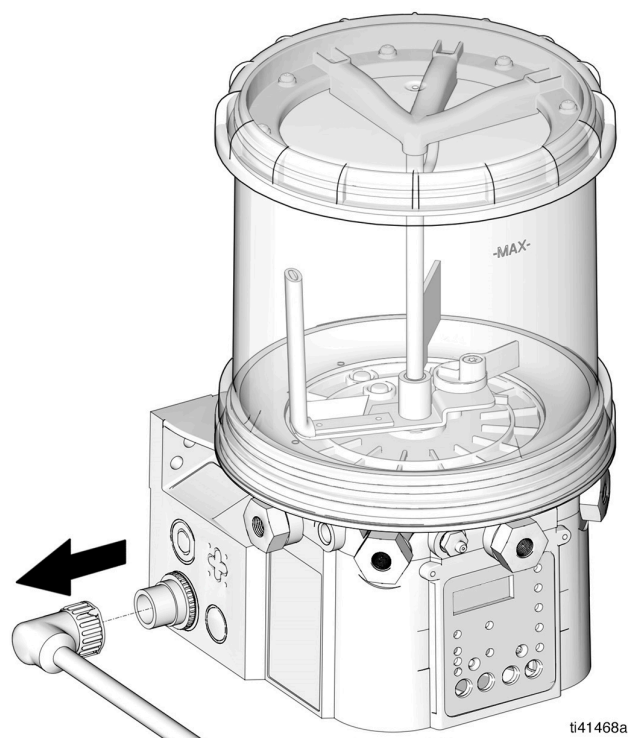

FIG. 15
**REMARQUE :** Si un coupe batterie n'est pas disponible, retirer le cordon d'alimentation (FIG. 15).